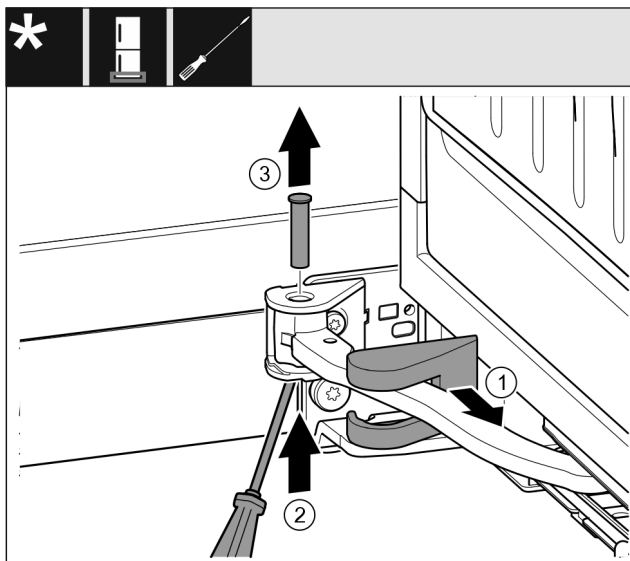

Fig. 14
- Lagerbockabdeckung Fig. 14 (1) abziehen und entlang des Gelenks verschieben.
- Bolzen Fig. 14 (2) mit Schraubendreher von unten anheben.
- Bolzen Fig. 14 (3) von oben herausziehen.